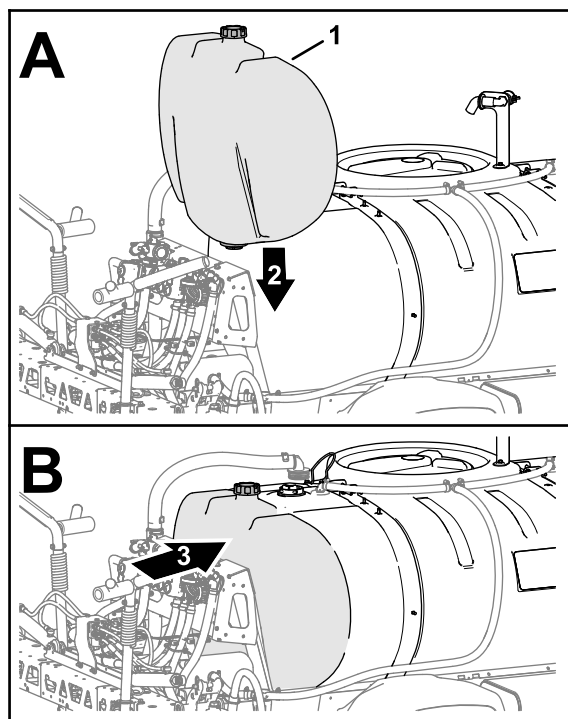

Figure 12
4. Si votre machine est équipée du kit réservoir de rinçage en option, placez le réservoir sur la machine, comme montré à la Figure 12.